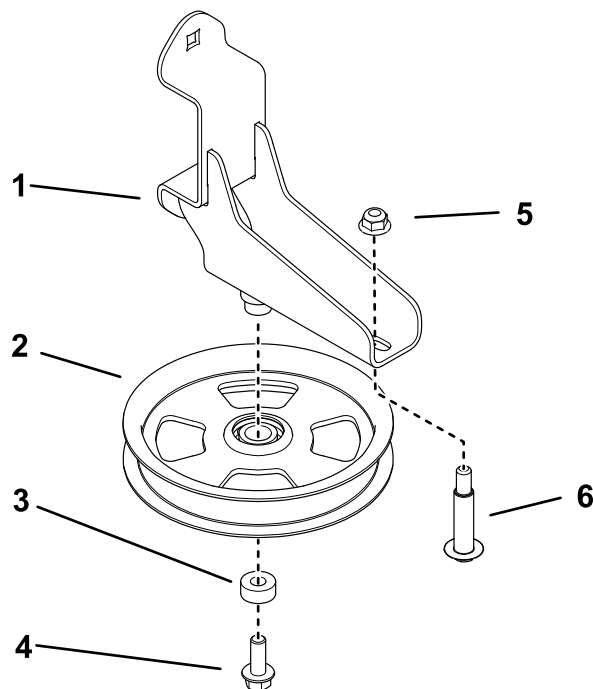

Figure 5
1. Fixez la poulie de tension sur la patte de montage à l'aide du boulon à tête hexagonale à embase et de l'entretoise (Figure 5). Serrez le boulon à un couple de 37 à 45 N·m (27 à 33 pi-lb).
2. Fixez le boulon à épaulement sur la patte de montage avec un écrou (Figure 5). Serrez le boulon à un couple de 37 à 45 N·m (27 à 33 pi-lb).